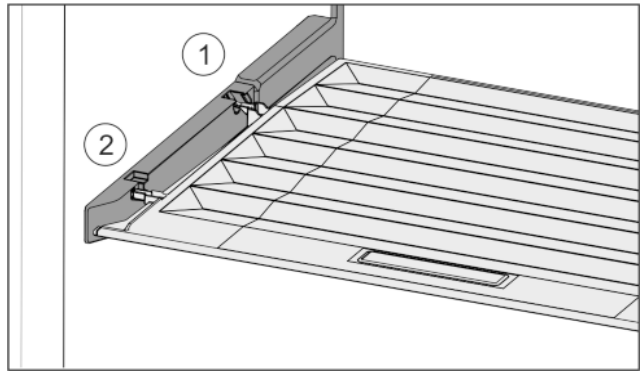

Fig. 34
- ▶ Introduzca los nervios de la tapa por la abertura en el soporte trasero Fig. 34 (1) y encájelos por delante en el soporte Fig. 34 (2).